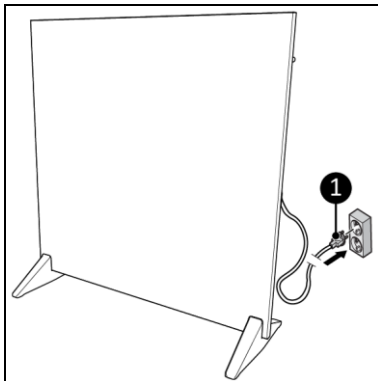

Figure 11
2. Insérez la fiche d'alimentation (figure 11, pos. 1) dans une prise murale reliée à la terre et facilement accessible. Utilisez une prise murale mise à la terre d'une puissance minimale de 500 watts.
1. Retirez la fiche d'alimentation de la prise de courant (figure 11).